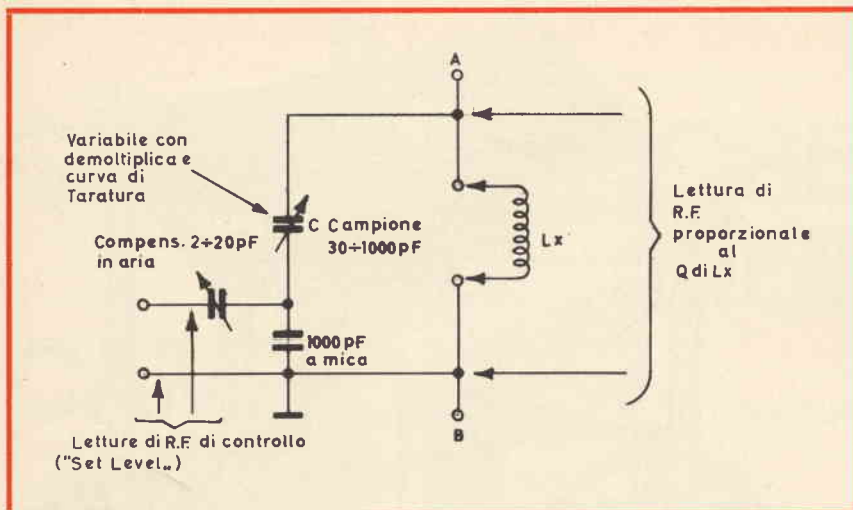

Fig. 3 - Schema di principio del circuito di un Q metro facilmente realizzabile con il condensatore campione illustrato in fig. 1 e 2.
b) Diversamente si può realizzare un misuratore del fattore di merito Q di un circuito di sintonia così come indicato nello schema di fig. 3.
Si estrae il componente sospetto dall'apparato e lo si dispone in parallelo al nostro Condensatore collegandolo ai morsetti A e B (vedi fig. 3). Dopo di che si realizza la sintonia e si annota il fattore di merito letto come Radiofrequenza con un buon Voltmetro a valvola, per una frequenza vicina a quelle di lavoro sull'apparato guasto.
Nel realizzare comunque il semplicissimo circuito di fig. 3, consigliamo l'impiego di condensatori di notevole qualità (per esempio sono ottimi i vecchi «Manens» Ducati a mica) per i 10.000 od anche 20.000 pF in serie alla C. Campione.